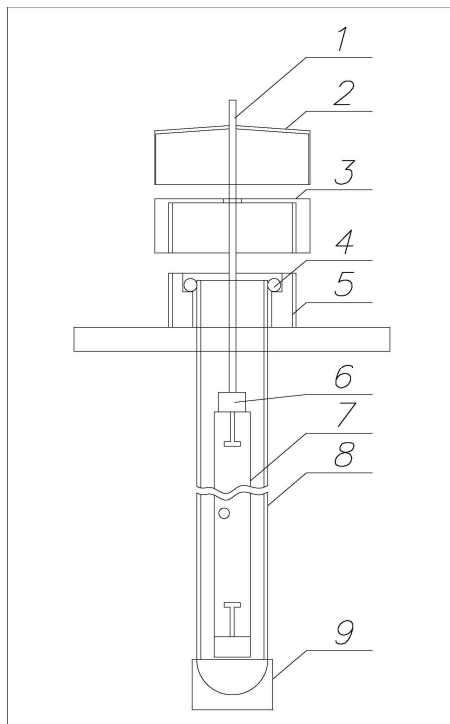

Рис. 2
4.2. На рис.2 представлен узел уплотнения кварцевой защитной колбы и УФ лампы. Гидроизоляцию кварцевой колбы (8) в корпусе БО обеспечивает уплотнительная прокладка (4), поджатая с помощью гайки уплотнения (закручивается и откручивается вручную) (3) в узел уплотнения (5). Кварцевая колба устанавливается в стакан (9) на дне установки. Изоляцию УФ лампы от влаги окружающего воздуха обеспечивает уплотнительный кожух (2). Электрическое питание УФ лампы обеспечивает провод (1). Подсоединения УФ лампы (7) обеспечивает разъем (6).
6.4. При обнаружении протечки подожмите уплотнительную прокладку (4) на рис.2. Если протечка не устранена, то необходимо извлечь УФ лампу, раскрутить гайку уплотнения кварцевой колбы (3), осмотреть на целостность кварцевую колбу (8), при ее повреждении заменить кварцевую колбу.